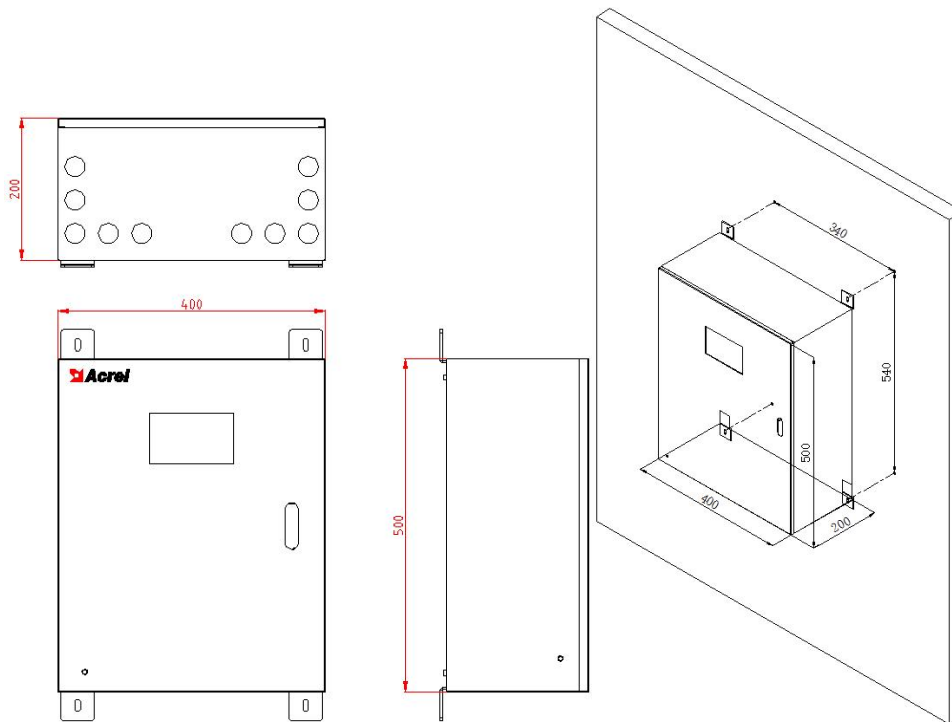

图 2
**A-D-0.2/0.3KVA-A200L** 集中电源的外形尺寸为：500(H) \* 400(W) \* 200(D)mm，如图 2 所示。